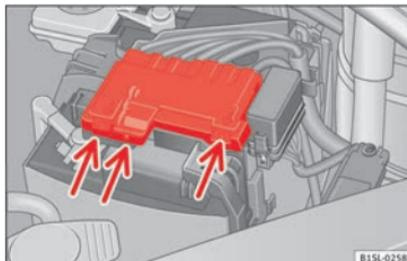

Fig. 172 No compartimento do motor: retire a cobertura da bateria do veículo.
- Pressione as patilhas » **Fig. 172** (setas) no sentido das setas e retire a cobertura da bateria para cima.